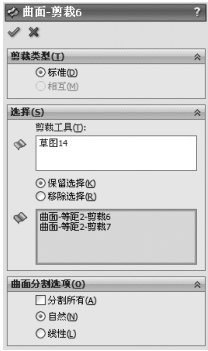

图 14-63 生成裁剪曲面特征 3
- 14) 单击【曲面】工具栏中的（剪裁曲面）按钮，在【属性管理器】中弹出【曲面-剪裁】的属性设置。在【选择】选项组中，设置【剪裁工具】为草图 14，點選【保留选择】，选择如图 14-63 所示的两个曲面为（要移除的部分），单击（确定）按钮，生成剪裁曲面 1 特征。